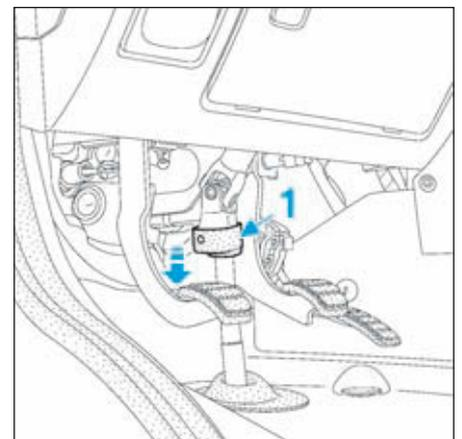

FIG.6
- Faire glisser vers le bas la protection (1) de la vis de chape de direction (Fig.6).